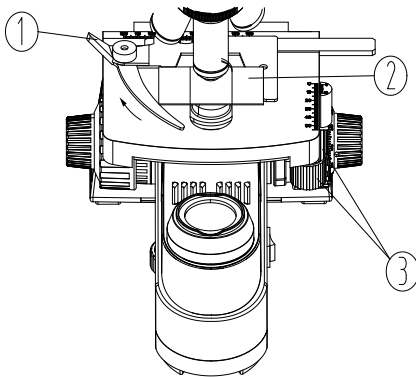

Figure 8
2. Déverrouillez la clé de serrage ① et fixez le coulisseau ② avec les pinces en plaçant le verre de couverture face vers le haut (voir fig. 8).
3. Rotnez la manette des axes X et Y ③. Placez l'échantillon au centre (en alignement avec le centre de l'objectif).